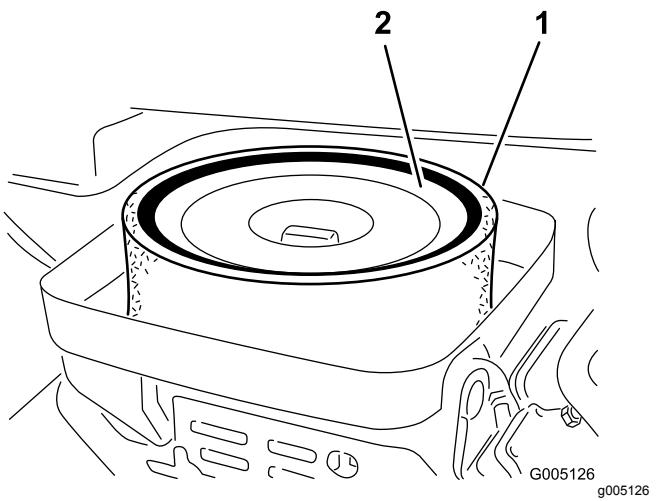

図 45
- スポンジ図 45 を点検し、汚れていればペーパーエレメントから外す。以下の要領で丁寧に清掃してください